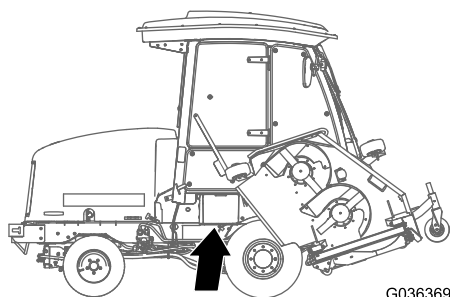

図 96
1. バッテリーカバーを開いてシュラウドの上に置く 図 96。
注 バッテリーカバーの上部の平らな面を下向きに押すとカバーを簡単に外すことができます 図 96。